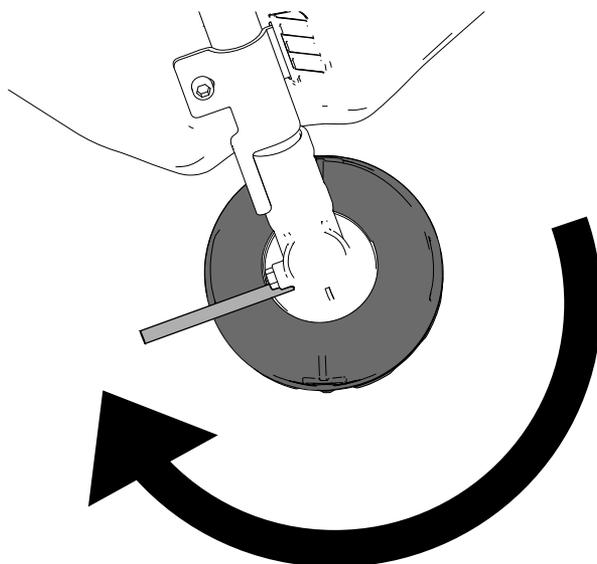

**Figure 16**
2. Alignez le trou de la coupelle et le trou du carter de la débroussailluse (Figure 16).
3. Insérez la tige en métal fournie dans la coupelle et dans le trou du carter de la débroussailluse pour fixer la tête de coupe en place (Figure 16).